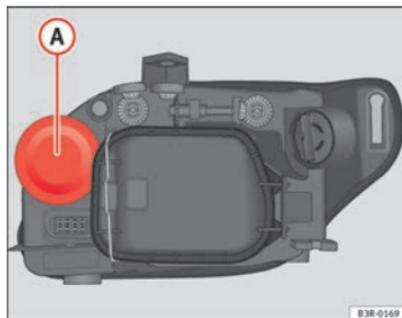

Fig. 204 Lampada luce indicatore di direzione
- Rimuovere la copertura di gomma ⇒ fig. 204 tirandola.